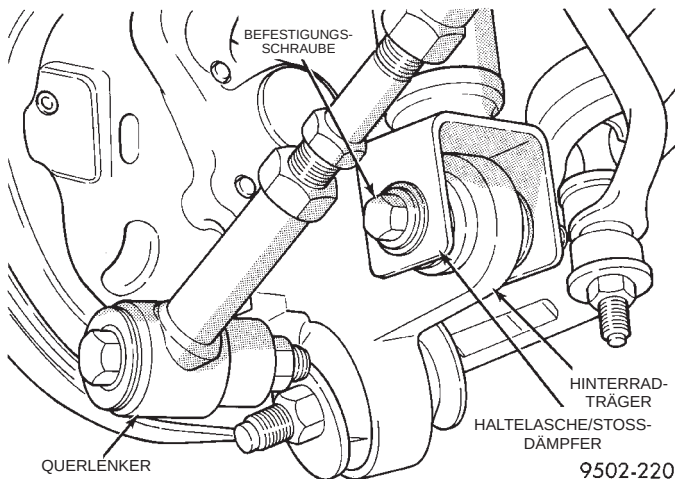

Abb. 21 Befestigung des Stoßdämpfers am Hinterradträger
(1) Fahrzeug anheben. Dazu Unterstellböcke oder eine Hebebühne verwenden, die am Rahmen angesetzt wird (siehe Kapitel 0, Schmierung und Wartung, Abschnitt "Anheben des Fahrzeugs").
(2) Beide Hinterräder abbauen.
(3) Die Haltetaschen der beiden hinteren Stoßdämpfer von den Hinterradträgern abschrauben (Abb. 21).
(8) Die Haltetaschen der Stoßdämpfer (Abb. 21) an den Hinterradträgern anschrauben. Die Befestigungsschrauben des Stoßdämpfers mit einem Anzugsmoment von 95 N·m (70 ft. lbs.) festziehen.
(9) Rad anbauen. Radmuttern in der vorgeschriebenen Reihenfolge bis zum halben Anzugsmoment anziehen. Dann die Muttern in derselben Reihenfolge noch einmal bis zum vollen Anzugsmoment von 135 N·m (100 ft. lbs.) festziehen.
(10) Fahrzeug absenken.
(11) Spur und Sturz der Hinterräder überprüfen und ggf. neu einstellen. Anleitungen hierzu finden Sie am Anfang dieses Kapitels.